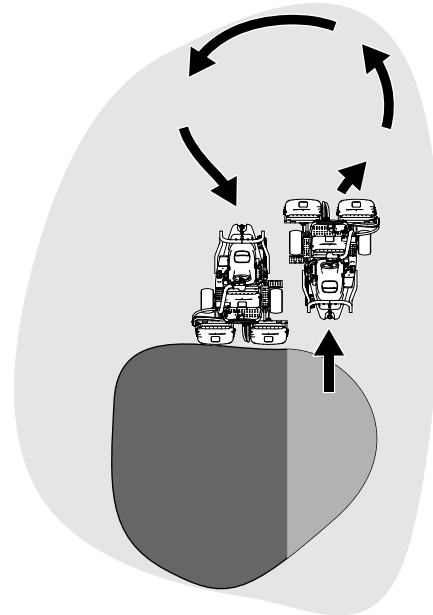

Figura 35
6. Para ganar tiempo y facilitar la alineación correcta para la pasada siguiente, gire la máquina momentáneamente en la dirección opuesta, y luego gire hacia la parte que todavía no está cortada. Este movimiento es un giro en forma de lágrima (Figura 35), que permite alinear la máquina rápidamente para la pasada siguiente.